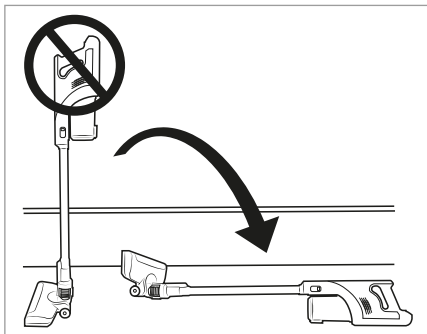

Fig. 9
- ▶ Sugeåbningerne på produktet samt gulvbørsten (2) og sugerøret (23) skal altid være åbne og må ikke blokeres. Blokeringer medfører overophedning og skader på motoren.
- ▶ Sørg for, at EPA-fileret (5) altid er sat i, før du bruger produktet.
- ▶ Stil ikke støvsugeren oprejst, hvis du ind imellem slukker den eller vil stille den fra dig. Sæt støvsugeren i vægholderen (18), eller læg den på gulvet (se fig. 9 og 10). Ellers kan støvsugeren vælte på grund af dens høje tyngdepunkt og blive beskadiget og i uheldige tilfælde ødelægge andre genstande.